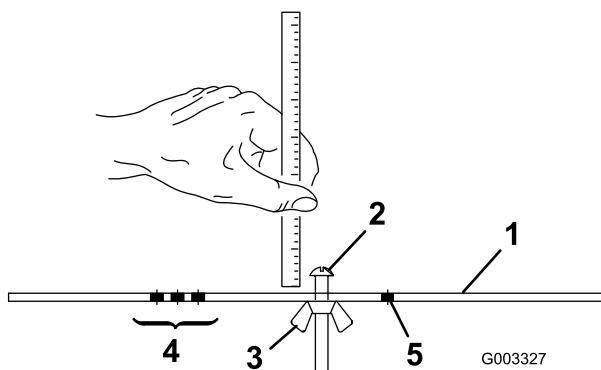

Figura 17
- Desaperte a porca da barra indicadora (Figura 17) e regule o parafuso de ajuste para a altura de corte desejada.